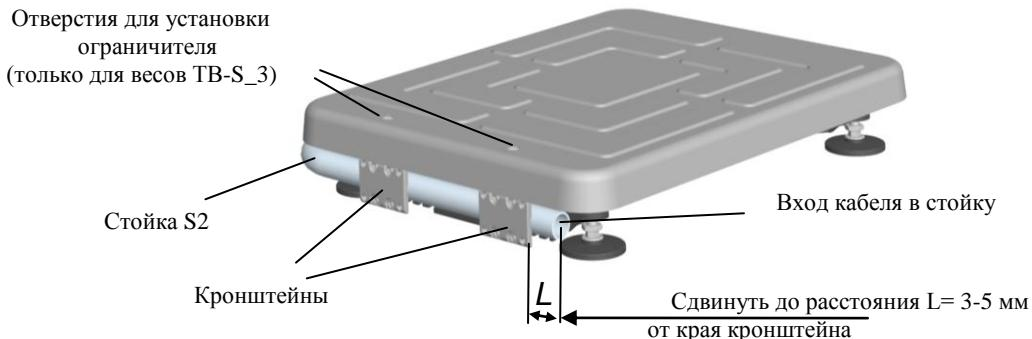

Рис. 6.1 - Крепление круглой вращающейся стойки к модулю TB-S
- Сдвинуть стойку S2 на расстояние $L = 3-5$ мм от края стойки до края кронштейна, Рис. 6.1.